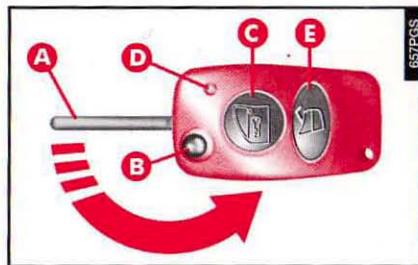
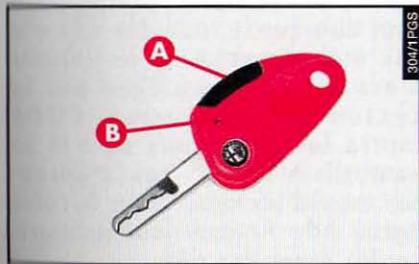
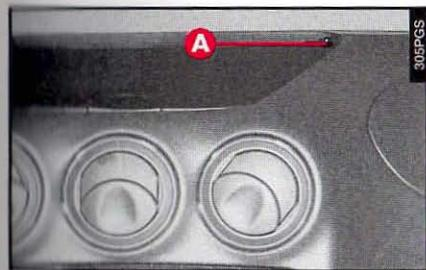

fig. 4
fig. 5
fig. 10
CLE AVEC EMMETTEUR A FREQUENCE RADIO AVEC INSERT METALLIQUE A OUVERTURE SERVO-ASSISTEE ET REFERMABLE (fig. 4)
L'insert métallique (**A-fig. 4**) de la clé actionne:
Pour introduire l'insert métallique dans la poignée de la clé, garder enfoncé le bouton (**B-fig. 4**) et tourner l'insert dans le sens indiqué par la flèche jusqu'à sentir le déclic du blocage. Une fois le blocage réalisé, lâcher le bouton (**B**).
Le coffre à bagages peut être ouvert à distance de l'extérieur en appuyant sur le bouton (**E-fig. 4**), même lorsque que l'alarme électronique (où elle est prévue) est branchée.
Si en appuyant sur la touche (A-fig. 5) de la télécommande, la diode (B) émet un seul bref clignotement et la diode placée sur la planche (A-fig. 10) reste allumée de manière fixe (après le désenclenchement), il faut remplacer les piles avec d'autres de type équivalent repérables chez les revendeurs ordinaires: ouvrir les coquilles en matière plastique, introduire les nouvelles piles suivant les polarités indiquées, puis refermer les coquilles en matière plastique.
Si, en appuyant sur le bouton de la télécommande (C ou E-fig. 4), la lampe-témoin (D-fig. 4) n'émet qu'un bref clignotement et la lampe-témoin du système d'alarme (où il est prévu) (A-fig. 10) placé sur la planche reste allumé à lumière fixe pendant environ 2 minutes (après avoir débranché l'alarme et sortie la clé de contact), il faut remplacer la pile avec une neuve de type équivalent, repérable chez les revendeurs ordinaires.
L'enclenchement de l'alarme est précédé d'une phase d'autotest, caractérisée par une fréquence de clignotement différente de la diode (**A-fig. 10**). Si une anomalie est relevée, le système émet un "BIP" de signalisation ultérieure.
Après l'enclenchement, l'allumage clignotant de la diode (**A-fig. 10**), placée sur la planche, indique l'état de surveillance du système.